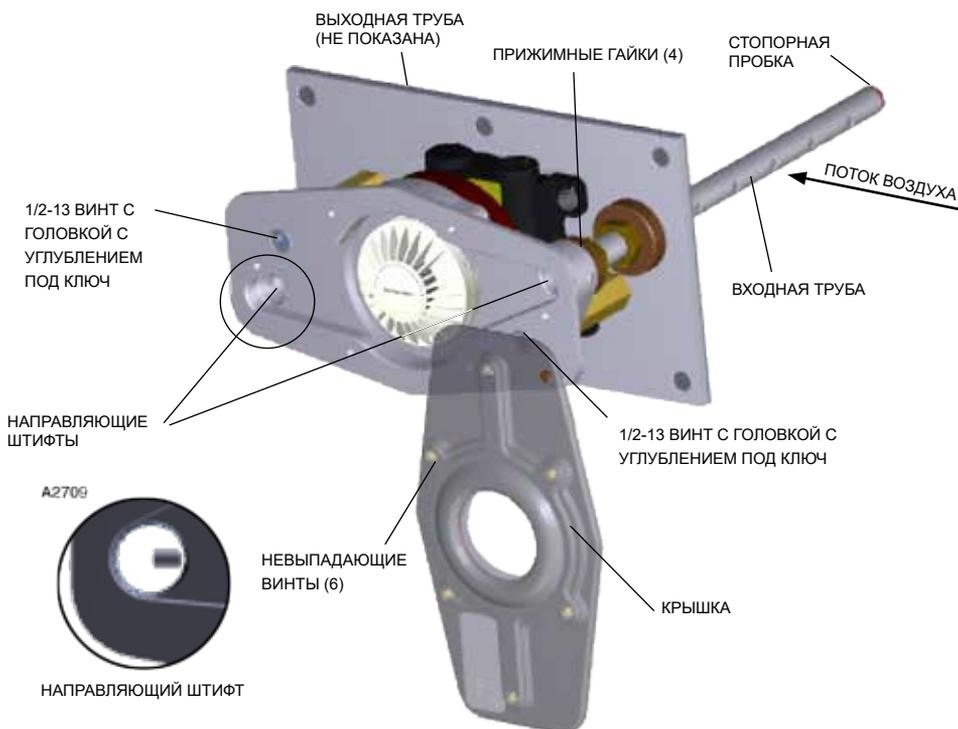

Рисунок 10. Q5016. Установка передней крышки на пластину в сборе
2. Поднимите крышку с основания и поверните ее вниз, чтобы увидеть направляющие штифты для входной и выходной труб, а также чтобы получить доступ к двум винтам с головкой с углублением под ключ (рис. 10).